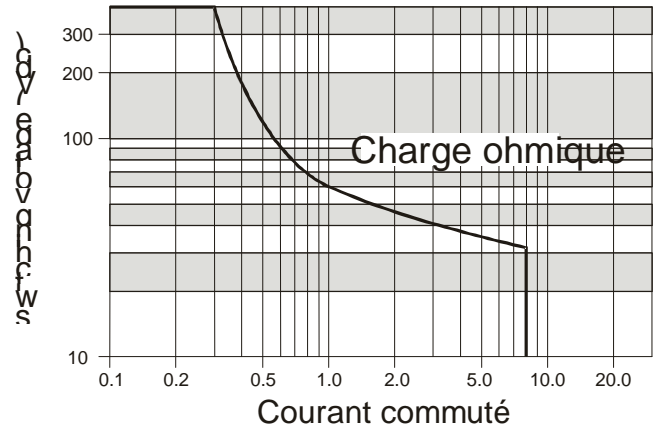

Fig. 8. Caractéristiques du relais
- Les contacts normalement ouverts sont conçus pour u courant continu de 3 A à maxi 230 Vac et $\cos \varphi = 1$. La caractéristique d.c. est montrée Fig. 8.